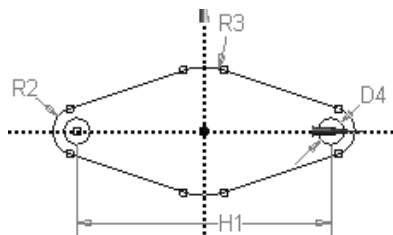

图 3.3.14 建立尺寸约束
(3) 建立尺寸约束。建立图 3.3.14 所示的四个尺寸约束。